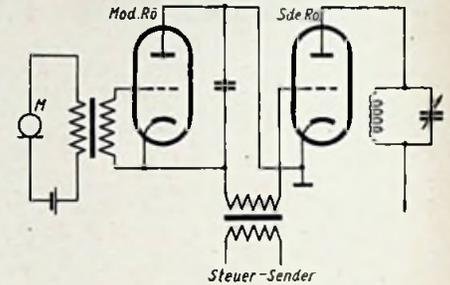

Abb. 3. Prinzipschaltbild für die Amplitudenmodulation
Ein besonders schönes Beispiel bietet Abb. 3, eine Aufnahme einer der neuen Schallplatten von Ed. Rhein, bespielt mit einer Stelle aus „Schwanensee“. Es liegt gerade die berühmte Stelle mit dem Donnerschlag unter dem Mikroskop, dem je drei Rillen ganz leiser Musik vorangehen und folgen. Instruktyver kann das neue Verfahren wohl nicht dargestellt werden. Man erkennt noch etwas: soll ein Musikstück von nur 6 Minuten Spieldauer aufgezeichnet werden — während doch 8... 9 Minuten zur Verfügung stehen — so kann seine Dynamik verbessert werden. In diesem Falle werden die lauten Stellen angehoben und mit größerer Amplitude als sonst geschnitten. Damit sind auch wichtige Verbesserungen im Verhältnis Signal/Rauschen möglich!
Abb. 3 zeigt das Prinzipschaltbild einer Amplitudenmodulation. Neuerdings verwendet man häufig Modulationsschaltungen, bei denen der Träger oder ein Seitenband nicht mit ausgestrahlt wird. Es ist sogar möglich, Träger und ein Seitenband zu unterdrücken, da es sich herausgestellt hat, daß bereits in einem Seitenband der volle Nachrichteninhalt steckt. Man muß allerdings auf der Empfangsseite den Träger wieder zusetzen. Die Unterdrückung eines Seitenbandes bietet den großen Vorteil, daß man bei der Aussendung mit der halben Bandbreite (im obigen Beispiel statt 18 nur 9 kHz) innerhalb eines bestimmten Frequenzbereiches doppelt so viele Sender unterbringen kann.
Widerstandsschweißgeräten. Bekanntlich besteht ein solches Gerät aus einem Leistungstransformator, in dem der Primärstrom auf die zum Schweißen erforderlichen hohen Werte herauftransformiert wird. Der Primärstromkreis wird je nach der gewünschten Dauer der Schweißung geschlossen und wieder unterbrochen, wozu bisher besonders konstruierte Schaltschütze benutzt wurden. Es zeigte sich jedoch, daß mechanische Schalter diesen Beanspruchungen auf die Dauer nicht immer gewachsen sind. Da auch die im Primärkreis fließenden Ströme oft recht beträchtlich sind, treten vielfach schon nach kurzer Betriebsdauer Störungen durch den Abbrand der Schaltkontakte auf. Außerdem arbeitet ein mechanischer Schalter mit einer gewissen Trägheit, die die Genauigkeit der Schweißzeitkontrolle und damit die Güte der Schweißung beeinträchtigt. Man verwendet daher mit großem Vorteil an Stelle der mechanischen Schalter zwei Ignitronröhren, die anti-parallel in den Primärstromkreis des Schweißtransformators geschaltet sind. Das Prinzipschema zeigt Abb. 3. I_1, I_2 sind die beiden Ignitrons, R_1, R_2 zwei Widerstände, G_1, G_2 zwei Trockengleichrichter, S_1 ein Schutzschalter, der den Stromkreis bei Ausbleiben des Kühlwassers unterbricht, und S_2 der Einschalter. Parallel zu der Primärwicklung liegt ein Dämpfungswiderstand zur Unterdrückung von Spannungsspitzen, die an der Wicklung infolge einer Stromunterbrechung durch die Ignitrons auftreten können. Zur Erläuterung der Arbeitsweise sei angenommen, daß im Augenblick des Schließens von S_2 der untere Pol des Netzes (B) positiv ist. Der Strom fließt
ein Brennfleck auf dem Zünder selbst bilden, der hierdurch nach kurzer Zeit zerstört würde. Aus diesem Grunde wird stets ein Schaltelement, das den Strom nur in einer Richtung passieren läßt, z. B. ein Trockengleichrichter oder eine Thyatronröhre, in Reihe mit der Zündelektrode geschaltet. Ein wesentliches Anwendungsgebiet der Ignitronröhren ist die Steuerung von Widerstandsschweißgeräten. Bekanntlich besteht ein solches Gerät aus einem Leistungstransformator, in dem der Primärstrom auf die zum Schweißen erforderlichen hohen Werte herauftransformiert wird. Der Primärstromkreis wird je nach der gewünschten Dauer der Schweißung geschlossen und wieder unterbrochen, wozu bisher besonders konstruierte Schaltschütze benutzt wurden. Es zeigte sich jedoch, daß mechanische Schalter diesen Beanspruchungen auf die Dauer nicht immer gewachsen sind. Da auch die im Primärkreis fließenden Ströme oft recht beträchtlich sind, treten vielfach schon nach kurzer Betriebsdauer Störungen durch den Abbrand der Schaltkontakte auf. Außerdem arbeitet ein mechanischer Schalter mit einer gewissen Trägheit, die die Genauigkeit der Schweißzeitkontrolle und damit die Güte der Schweißung beeinträchtigt. Man verwendet daher mit großem Vorteil an Stelle der mechanischen Schalter zwei Ignitronröhren, die anti-parallel in den Primärstromkreis des Schweißtransformators geschaltet sind. Das Prinzipschema zeigt Abb. 3. I_1, I_2 sind die beiden Ignitrons, R_1, R_2 zwei Widerstände, G_1, G_2 zwei Trockengleichrichter, S_1 ein Schutzschalter, der den Stromkreis bei Ausbleiben des Kühlwassers unterbricht, und S_2 der Einschalter. Parallel zu der Primärwicklung liegt ein Dämpfungswiderstand zur Unterdrückung von Spannungsspitzen, die an der Wicklung infolge einer Stromunterbrechung durch die Ignitrons auftreten können. Zur Erläuterung der Arbeitsweise sei angenommen, daß im Augenblick des Schließens von S_2 der untere Pol des Netzes (B) positiv ist. Der Strom fließt